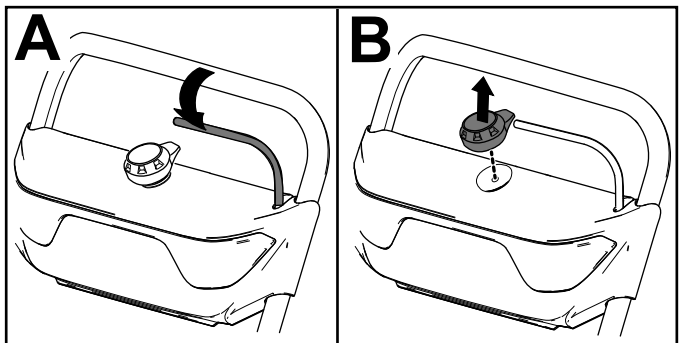

Figura 13
1. Suelte la barra (Figura 13, A).
2. Retire el botón de arranque eléctrico del arrancador eléctrico (Figura 13, B).